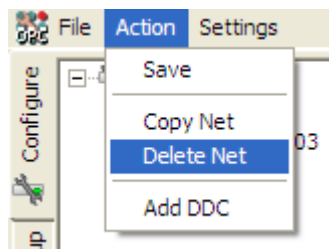

Bild 14 - Ta bort ett nät via Action-menyn.
- 2) Markera aktuellt nät i trädstrukturen och gå in i rullgardinsmenyn Action och välj alternativet "Delete Net", se Bild 14 för förtydligande.